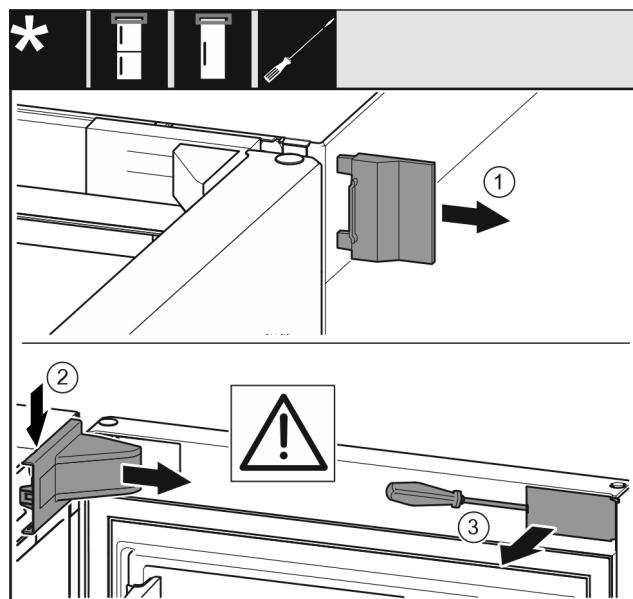

Fig. 6
- ▶ Nuimkite išorinę dengiamąją plokštelę. Fig. 6 (1)
- ▶ Atfiksukite atraminės gembės dengiamąją plokštelę ir ją nuimkite. Nuimkite atraminės gembės dengiamąją plokštelę. Fig. 6 (2)
- ▶ Išdrožiniu atsuktuvu atkelkite gaubtą ir pasukite jį į šoną. Fig. 6 (3)